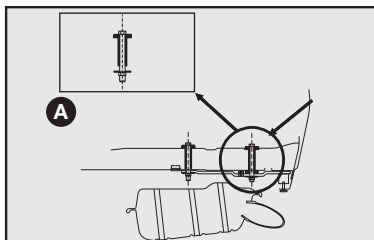
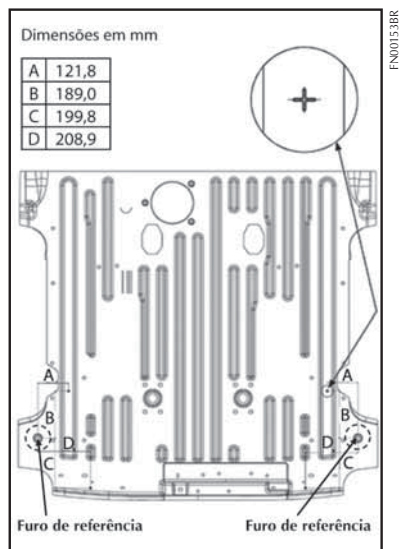

fig. 1
fig. 2
- Efetuar no veículo a furação com Ø (diâmetro) 11 mm traspassando o assoalho posterior (ver detalhe **A-fig. 1**) e a longarina nas marcas esquemáticas indicadas no **fig. 2**.